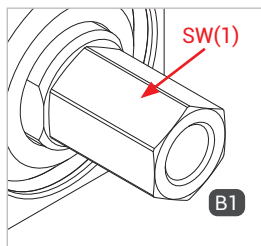

Figure 1
- ▶ Lors du montage de la conduite de fluide « B1 », exercer une contrepression sur le méplat SW (1) (Figure 1) à l'aide d'une clé à fourche.
- ▶ Visser hermétiquement l'entrée fluide « B1 » à l'embout de raccordement de la conduite de fluide (Figure 1). Voir le tableau ci-dessous pour les couples de serrage.